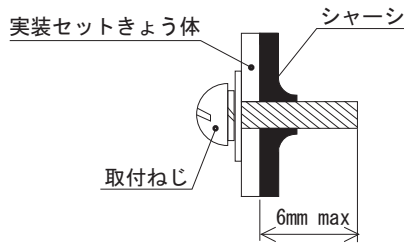

図 5.1 取付ねじ
- 使用するねじは、内部部品との絶縁距離を保つため、ねじ挿入長さは電源の外側から6mm maxとします（図5.1参照）。